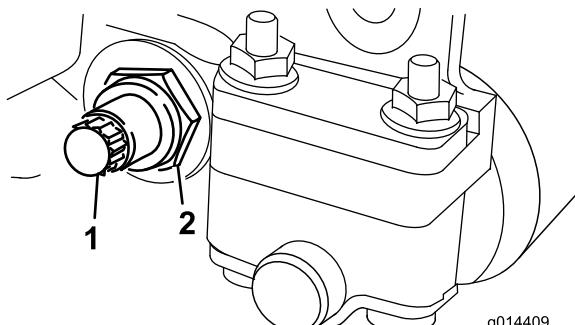
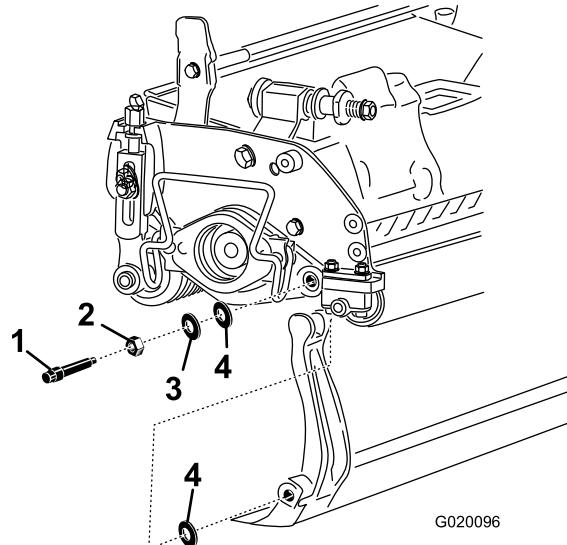

Figura 14
Figura 15
- Desaperte a porca de bloqueio que segura a cavilha da barra de apoio, em cada um dos lados da máquina (Figura 14).
- Remova cada uma das cavilhas da barra de apoio, de modo a permitir puxá-la e retirá-la da máquina (Figura 14). Guarde as duas anilhas de nylon e a anilha de aço prensado de cada uma das extremidades da barra de apoio (Figura 15).
- Fixe a barra de apoio a cada um dos lados da placa lateral com duas cavilhas de lâmina de corte (porcas flangeadas nas cavilhas) e com as 6 anilhas. Coloque uma anilha de nylon de cada lado da placa lateral. Coloque uma anilha de aço no exterior de cada uma das anilhas de nylon (Figura 15).
- Aperte as porcas de bloqueio de forma igual em cada lado até que não consiga rodar as anilhas de aço à mão (Figura 15).